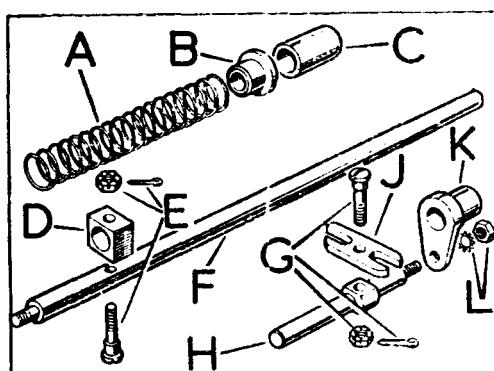

Fig. C1-55 Eje selector de la reductora
- 1.3.1. Deslizar el casquillo separador, C (Fig. C1-55) casquillo, B, del muelle, muelle, A, y eje, H, a lo largo del eje selector, F.